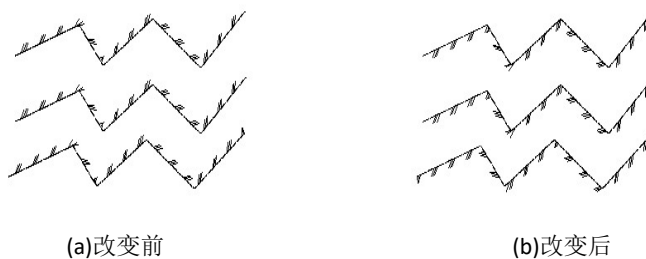

图 6-10 多线首尾颠倒
- 5、若要改变多线的首尾方向，可在命令行输入“R”回车，系统自动把多段线首尾颠倒，(此功能和“反转”功能相同)如图 6-10 所示。